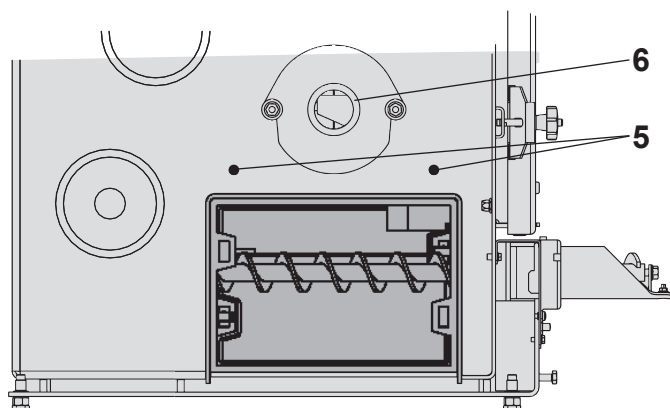

Fig. 12
5. Sollevare trasversalmente in alto il bruciatore pre-montato e introdurlo con attenzione nel basamento. Posizionare il bruciatore sui due perni (5, Fig. 12) nel basamento.
6. Inserire il bocchettone dell'aria secondaria nell'apertura laterale del basamento. Fare attenzione al posizionamento corretto della guarnizione di tenuta (6, Fig. 12). Fissare il bocchettone dell'aria secondaria nuovamente sul bruciatore, con le viti completamente inserite nella cavità dello zoccolo di montaggio.